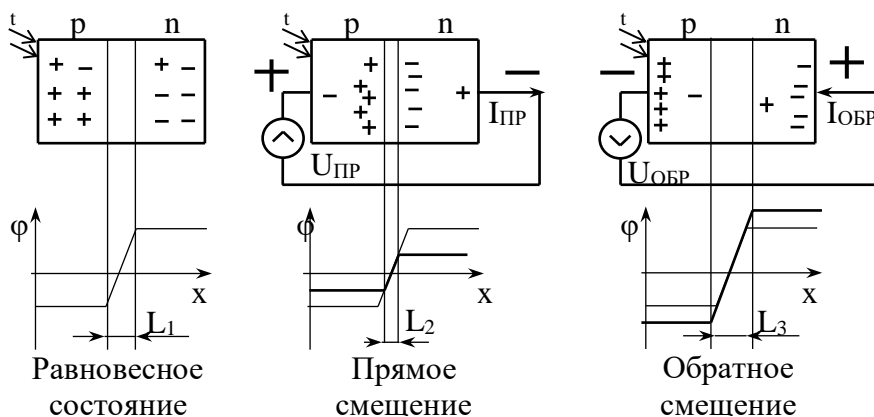

Рис. 3.1. Физика p-n - перехода
Объединение в один кристалл полупроводников различной проводимости вызывает диффузию основных носителей, дырок из области p в n, а электронов – из n в p. Диффузия – это движение носителей из области с высокой концентрацией, в область с меньшей концентрацией. В результате область p приобретает отрицательный заряд (дырки ушли, электроны пришли), а область n положительный. В переходе возникают и сохраняются впоследствии потенциальный барьер и запирающий слой шириной  $L_1$  (рис. 3.1).
**Графоаналитический метод применяется** для анализа схемы, в которой резистор  $R$  и диод  $VD$  соединены последовательно и подключены к источнику входного сигнала  $E$  (рис. 3.1).